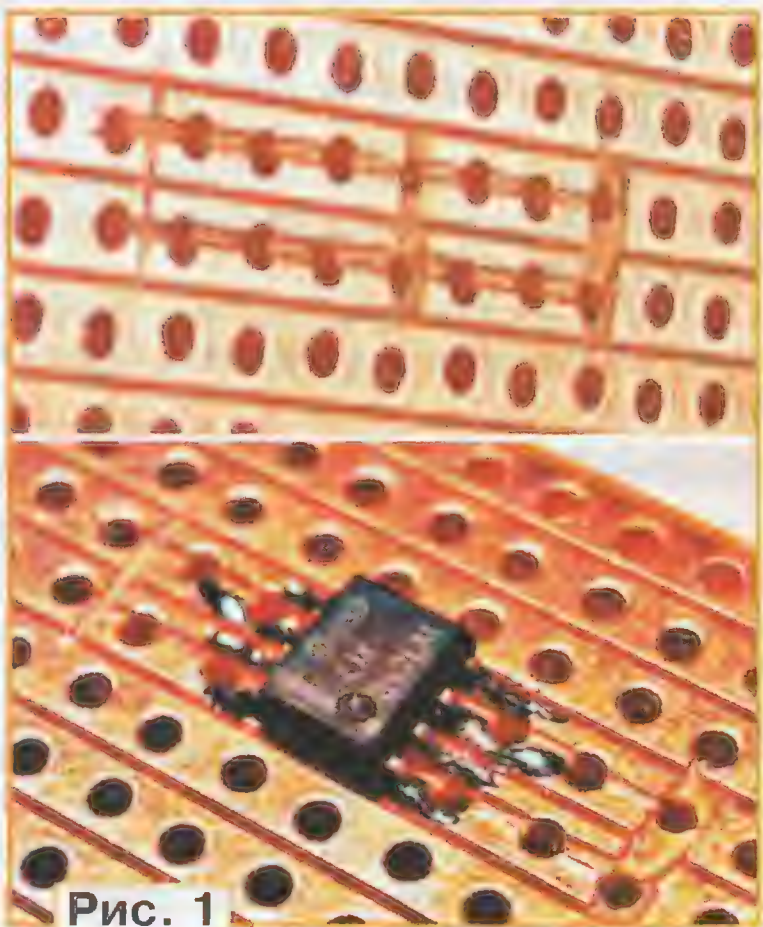

Рис. 1
**Микросхема в корпусе SOP-8 на макетной плате (рис. 1 [http://thomaspfeifer.net/streifenraster\\_smd.htm](http://thomaspfeifer.net/streifenraster_smd.htm)).** Микросхему в малогабаритном корпусе с шагом выводов 1,27 мм можно смонтировать на макетной печатной плате с шагом проводников и отверстий 2,54 мм, если два идущих параллельно проводника разделить с помощью резака на восемь контактных площадок, к которым и припаивают выводы микросхемы.